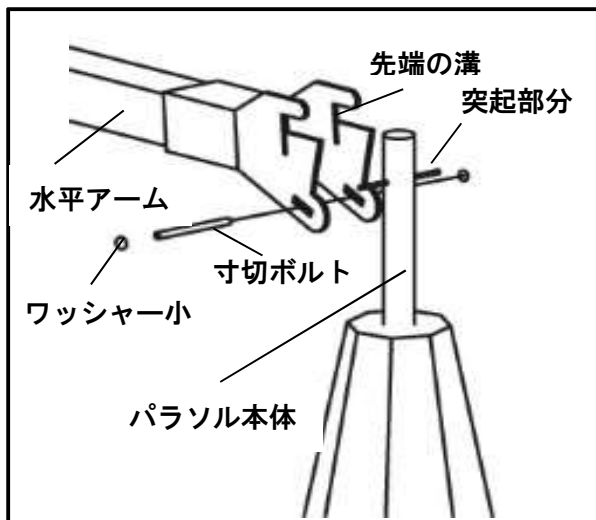

図.5
- ① 水平アーム (D) 先端の溝にパラソル本体 (A) の突起部分を入れます。
- ② 寸切ボルト (e) を水平アーム先端部とパラソル上部のボールの穴に通しワッシャー小 (b) を入れ、六角袋ナット (e) の両端をスパナでしっかりと締めます。(図.5)